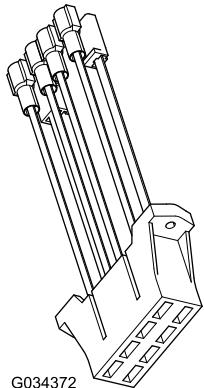

Figura 21
2. Si no se encuentra disponible un circuito en el bloque de fusibles de la máquina, instale el bloque de fusibles auxiliar (Figura 21) en el bloque de fusibles de la máquina.